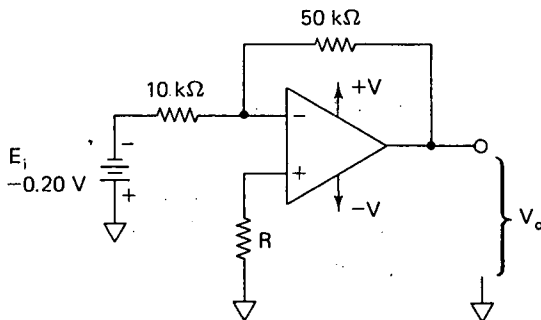

FIGURA P9-16
- 9-16. Consulte la figura P9-16. $V_{io} = 3$ mV, $I_{B-} = 0.4 \mu\text{A}$ e $I_{B+} = 0.1 \mu\text{A}$. (a) ¿Cuál es el mejor valor de la resistencia R ? Calcule el error individual en el voltaje de salida, V_o , debido a (b) V_{io} solamente, (c) I_{B+} solamente; (d) I_{B-} solamente; (e) I_{os} solamente. El valor ideal de V_o debería ser 1.00 V debido a E_i . (f) ¿Cuál es el valor real de V_o cuando encuentran presentes tanto la desviación en el voltaje y corriente de entrada como E_i ?